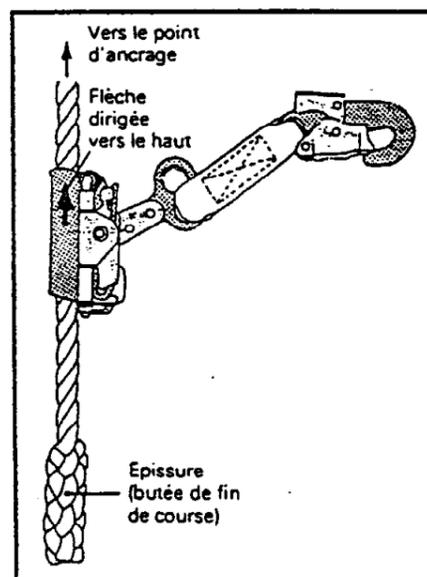

Fig. 1
- montage correct du coulisseau (sens de montage indiqué sur l'appareil), verrouillage effectif, dans le cas de coulisseaux « ouvrants » (Fig. 1), et facilité de coulissement sur support ;
- présence des butées de fin de course sur le support d'assurance, qu'il s'agisse d'un cordage, d'un câble ou d'un rail (Fig. 1).